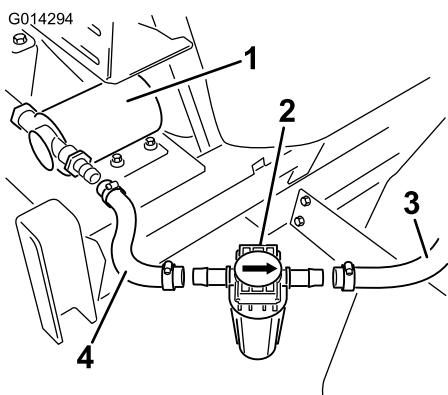

Рисунок 23
- Установите фильтр в ряд между открытыми концами шлангов, идущих от насоса и к промывочным соплам (Рисунок 23).